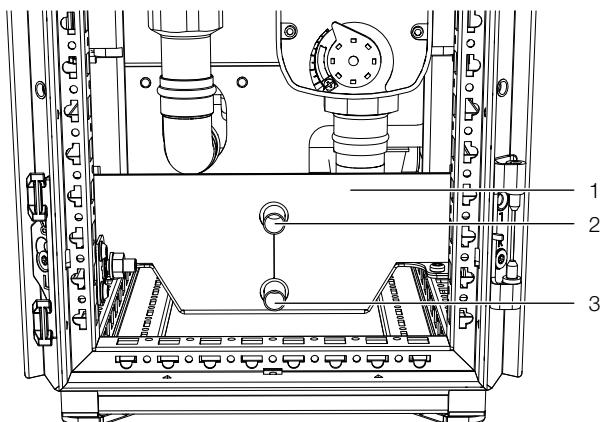

Abb. 64: Kondensatablauf
- Stecken Sie am unteren Kondensatablauf (Abb. 64) den Adapter aus dem Lieferumfang auf.